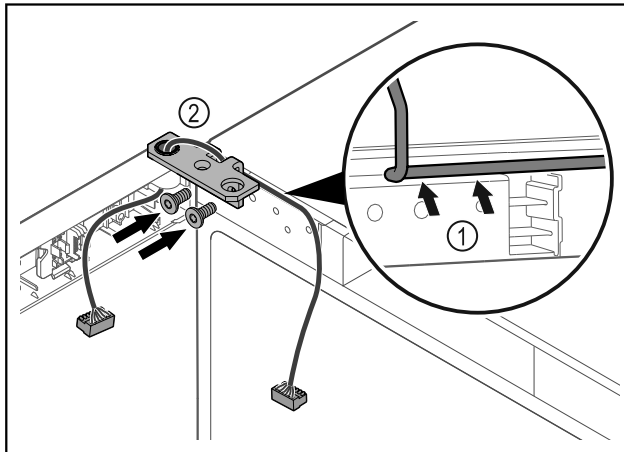

Fig. 48
- ▶ Pasar el cable por la escotadura de la escuadra de bisagra y tenderlo con cuidado Fig. 48 (1).
- ▶ Atornillar la escuadra de bisagra Fig. 48 (2).